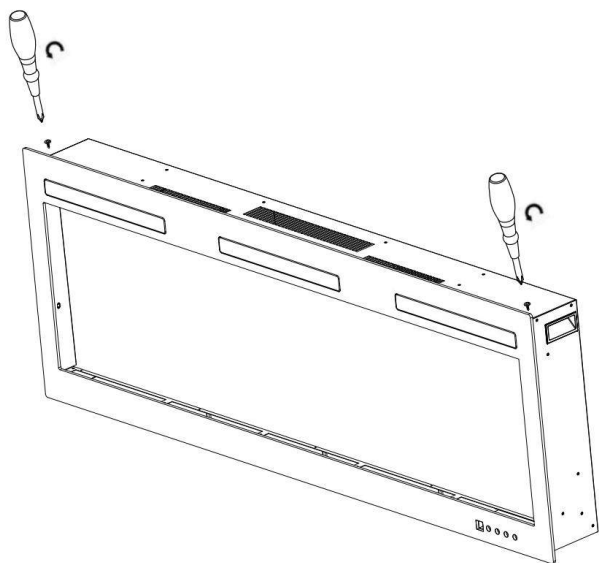

Fig. 1-1
A. Retirer les vis des deux côtés (**Fig. 1-1**).